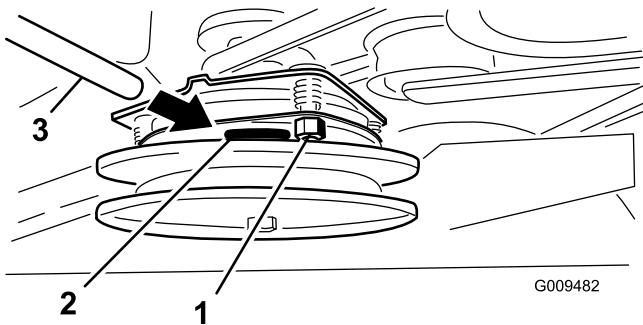

Figura 60
3. Apriete las contratuercas hasta fijar ligeramente la galga pero dejando que ésta se pueda mover con facilidad en el entrehierro (Figura 60).